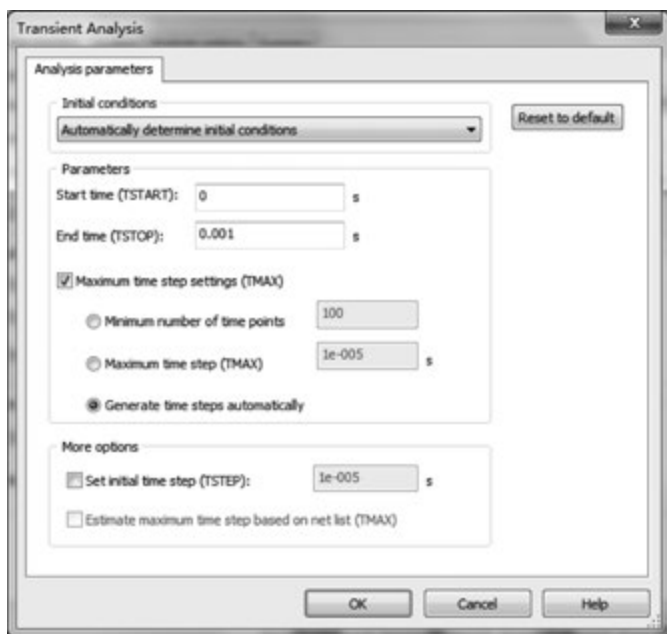

图 1.1.19 瞬态分析参数设置
(1) Sampling options(取样选项)区：在 Sampling options 区可以对傅里叶分析的基本参数进行设置。
① Frequency resolution(fundamental frequency)频率分解(基波频率)：窗口中可以设置基频。如果电路中有多个交流信号源，则取各信号源频率的公因数。右边的 Estimate(估算)按钮，可用于估算仿真电路中的基波频率，由程序自动设置。这里分析的方波信号频率为 1kHz，因此在本例中该参数设置为 1kHz。
② Number of harmonics(谐波数量)：设置希望显示的谐波的次数。这一数值包含基波在内，默认值为 9。
③ Stop time for sampling(采样的停止时间)：设置停止采样的时间，一般该数较小，是毫秒级别。右侧按钮用于估算仿真电路中采样停止时间参数的值。
④ Edit transient analysis(编辑瞬态分析)按钮：单击 Edit transient analysis 按钮，弹出的对话框如图 1.1.19 所示。出现 Analysis parameters(分析参数)页。该页参数含义在这里不再具体说明，可参考 Multisim 帮助文档。
(2) Results 区：用于对仿真结果的输出形式进行设置。在 Results 区可以选择仿真结果的显示方式，对结果输出形式进行设置。其中：